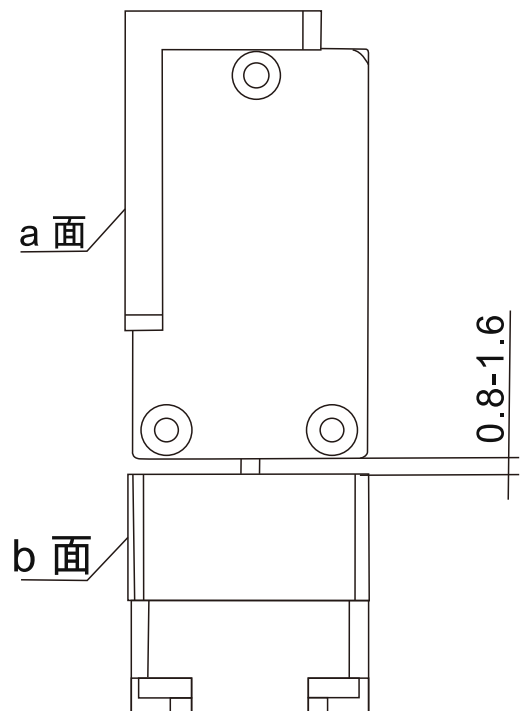

图 4.11
1. 读数头和尺身高度方向间隙在 0.8 mm --- 1.6mm 之间，安装时用垫块调整此间隙，安装后抽去垫块（图4.11）